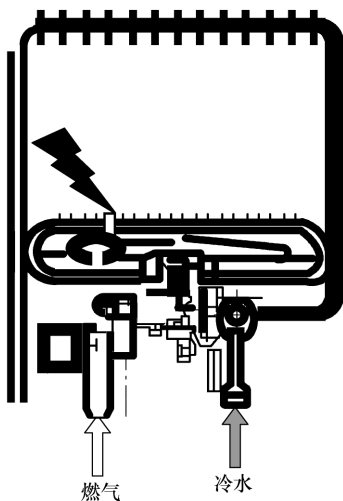

图 3-7 点火
3) 点火: 联动阀推杆左移且推动微动开关再让其触点闭合, 接通电源, 点火器点火, 如图 3-7 所示。